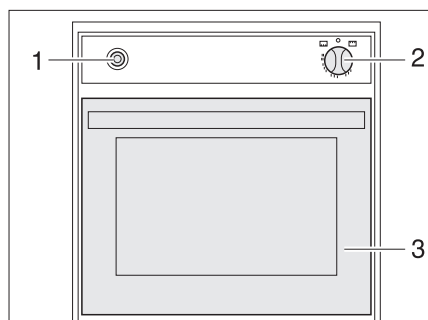

Fig. 234 Four à gaz (Spinflo)
- Ouvrir entièrement le portillon du four (Fig. 234,3).
- Enfoncer légèrement le bouton tournant (Fig. 234,2) et le placer sur "🔥" (four) ou "🍷" (grill).
- Enfoncer le bouton tournant (Fig. 234,2) et le maintenir enfoncé pendant 5 à 10 secondes. Le gaz s'écoule vers le brûleur.
- Appuyer plusieurs fois sur l'interrupteur d'allumage (Fig. 234,1) jusqu'à ce que la flamme se consume.
- Tourner le bouton tournant (Fig. 234,2) sur "0". La flamme s'éteint.